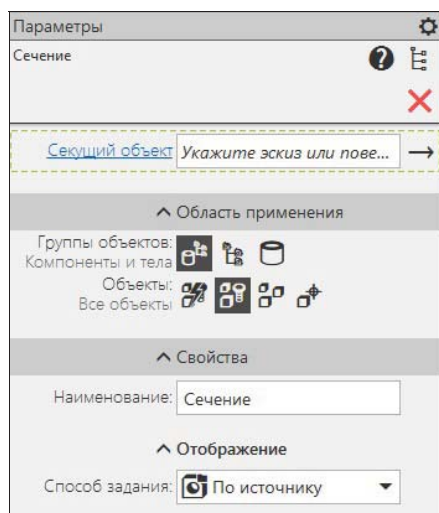

Рис. 19.41. Панель
- ◆ вызовите команду **Сечение** — на панели **Параметры: Сечение** (рис. 19.41) в разделе **Секущий объект** появится указание: *"Укажите эскиз или поверхность"*;